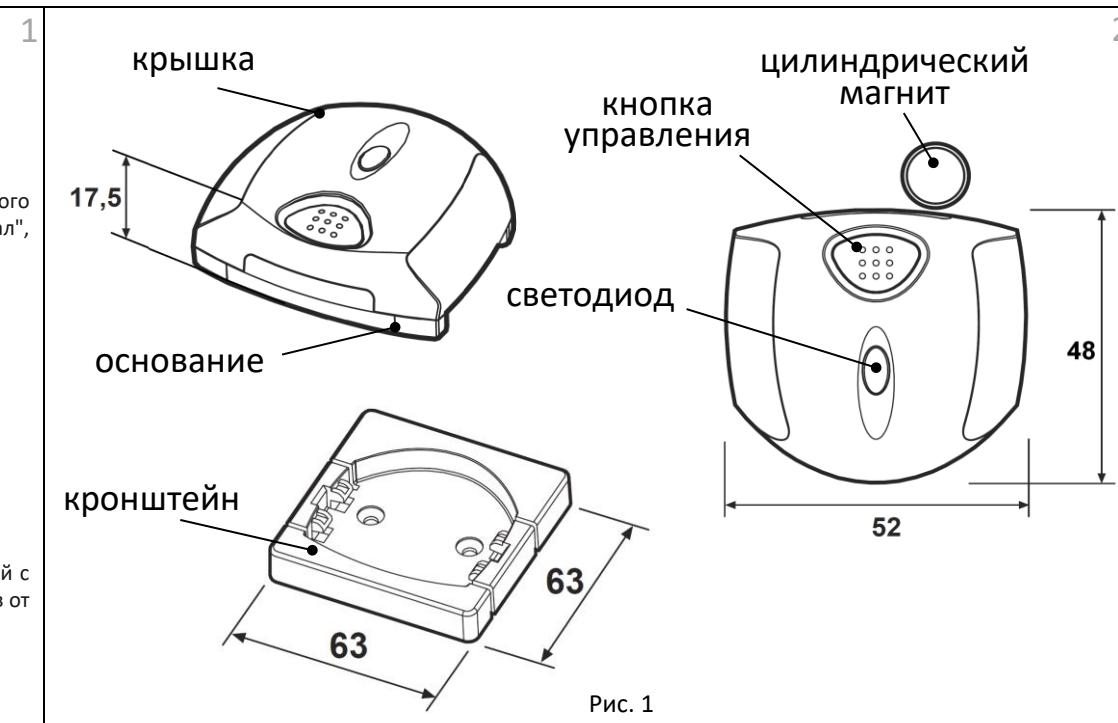
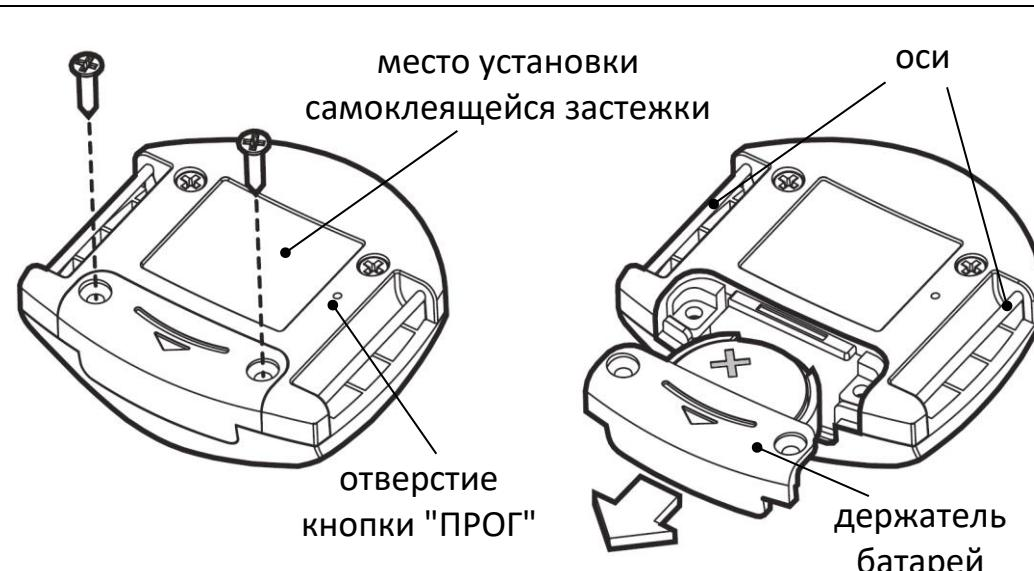

Рис. 1
Рис. 2
Извещатель конструктивно выполнен в виде одного блока (рис.1). На лицевой поверхности корпуса находится двухцветный светодиодный индикатор и кнопка управления. На нижней поверхности корпуса находится отверстие под кнопку программирования ("ПРОГ"). Оси (рис.2) предназначены для крепления ремня или для крепления в кронштейн.
Для смены батареи необходимо отвернуть винты держателя батарей и потянуть его в сторону от извещателя. Батареи устанавливаются в держатель положительным полюсами вверх, так чтобы были видны символ "+". Цилиндрический магнит устанавливается около кнопки управления как показано на рис.1 в месте расположения магниточувствительного элемента.
Нажать правой кнопкой мыши на извещатель в списке дочернего оборудования в ПО, выбрать пункт "Программирование" → "Инициализировать" и тонким предметом (например, скрепкой) нажать кнопку "ПРОГ" через отверстие на нижней поверхности корпуса извещателя (рис.2.).
- при помощи двухсторонней самоклеящейся застежки, приклеиваемой к основанию извещателя (рис.2).
Для перехода извещателя в режим "Не нарушен" необходимо однократно нажать кнопку управления – извещатель будет отображать отсутствие магнита частыми вспышками индикатора красным цветом. После поднесения магнита (как показано на рис. 1), индикатор погаснет и через несколько секунд извещатель перейдет в состояние "Не нарушен".